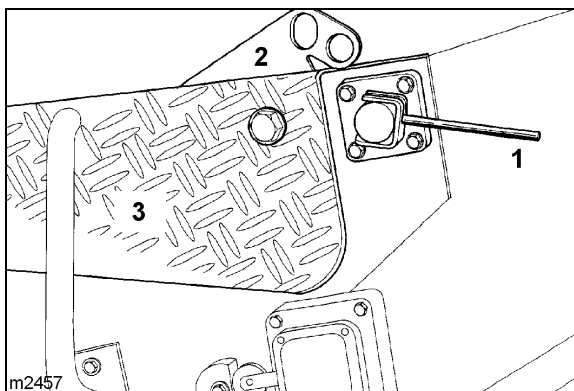

Fig. 1
- Desenclavar el perno de seguridad 1 (Fig. 1).